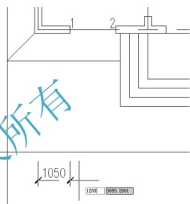

图 3.39 指定尺寸线和散水线之间的距离
③ 在指定尺寸线位置或[多行文字(M)/文字(T)/角度(A)/水平(H)/垂直(V)/旋转(R)]：提示下，将光标垂直向下拖动，输入“1200”(如图 3.39 所示)，指定尺寸线和拉长的散水线之间的距离为 1200mm，按 Enter 键结束命令。